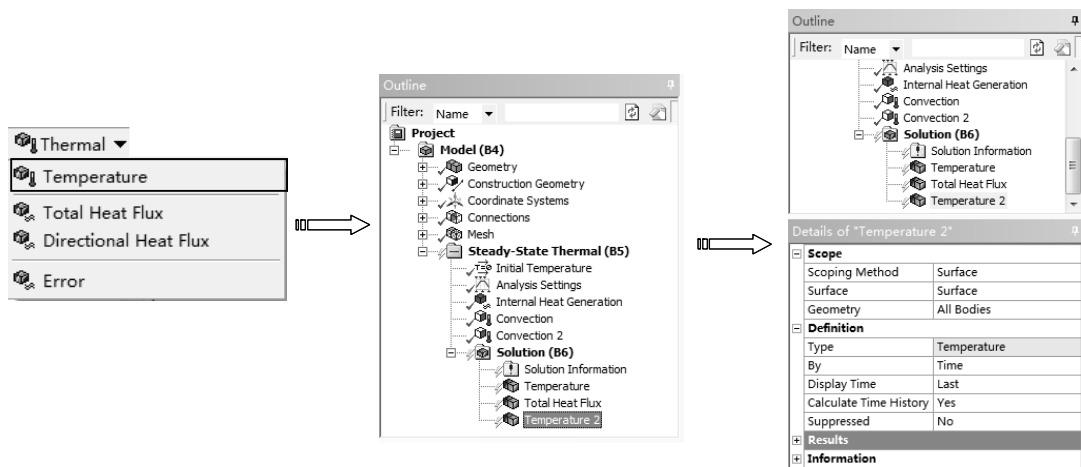

图 11-49 映射温度到表面
6) 映射表面。单击【Solution】工具栏上的【Thermal】|【Temperature】命令，此时在分析树中插入【Temperature 2】，在详细设置窗口中选择【Scoping Method】为 Surface，选择【Surface】为 Surface，如图 11-49 所示。